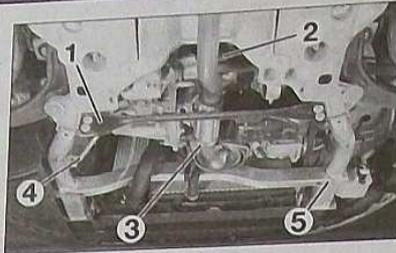
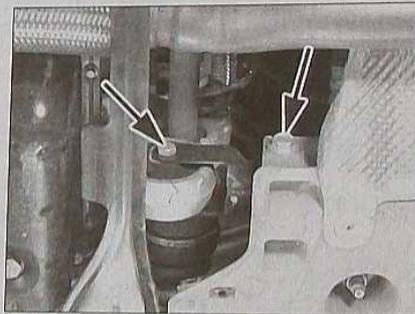

FIG.4
FIG.5
- la barre anti-rapprochement (1) du berceau (Fig.4).
- le réservoir à dépression (2) derrière le moteur.
- Désaccoupler la ligne d'échappement (3), afin de ne pas endommager le flexible du tuyau intermédiaire et l'écarter.
- Débrider les canalisations d'assistance de direction (4) du cadre de renfort du berceau (Fig.4).
- le cadre de renfort du berceau (5).
- le tirant antibasculement (Fig.5).
- remplacer le collier de flexible d'échappement (3) (Fig.4).